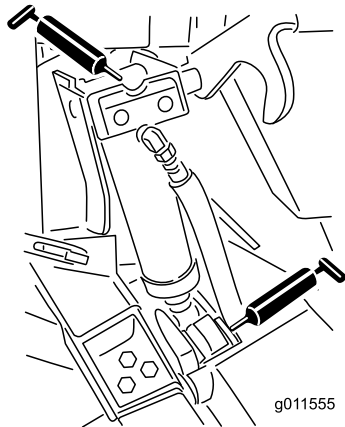

Bild 46
- Hubzylinderbüchsen (4) (Bild 46)